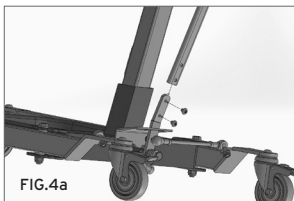

FIG.4a
- 6a. Inserire il pedale per l'apertura della base e bloccarla con le sue viti. (Fig.4a - per mod. R1840)